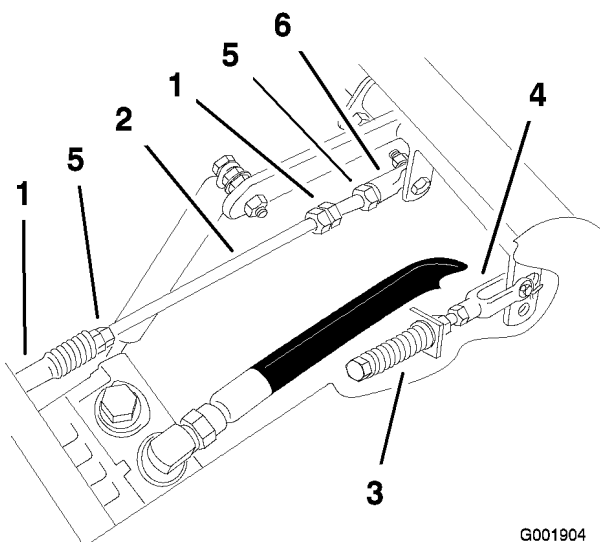

Figura 75
1. Allentate i dadi di bloccaggio sugli snodi a sfera dell'asta di comando della pompa (Figura 75).
3. Regolate la lunghezza dell'asta della pompa facendo girare nella direzione opportuna i due dadi sull'asta, finché la ruota si ferma o si sposta leggermente indietro (Figura 75).
6. Serrate i controdati sugli snodi a sfera (Figura 75).